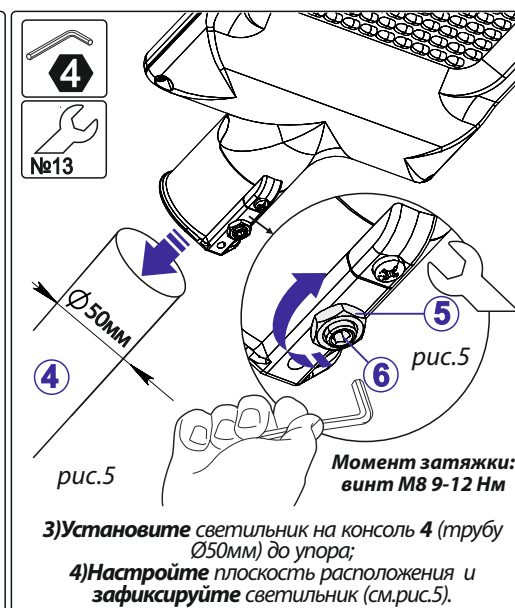

рис.5
4)Настройте плоскость расположения и зафиксируйте светильник (см.рис.5).